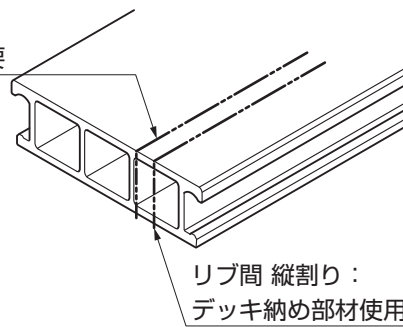

図2-30
- デッキ納め部材は図2-30を参照して、必要な場合には必ず取付てください。